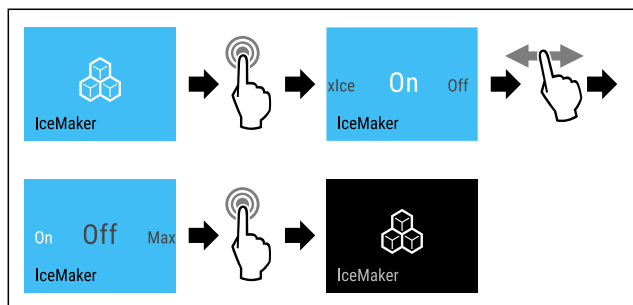

Fig. 20 Reprezentare exemplificativă cu funcția IceMaker activă
- ▶ Efectuați pașii de acțiune (vezi Fig. 20).